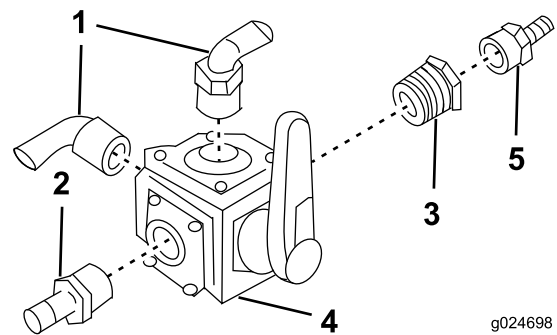

Bild 14
1. Bauen Sie das Vierwegeventil ein (Bild 14).
Hinweis: Die Ausrichtung der gezähnten Schlauchanschlussstücke ist wichtig und sollte Bild 14 entsprechen.